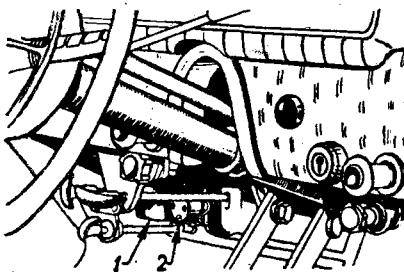

Рис. 6. Расположение блока плавких предохранителей (1) и штепсельной розетки (2).
*Штепсельная розетка и блок плавких предохранителей* расположены под панелью приборов слева (рис. 6).